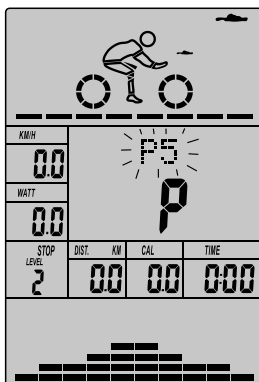

图 25
- A. 按 UP/DOWN 键（或旋转）选择您希望进行运动的程序。（如图 25）